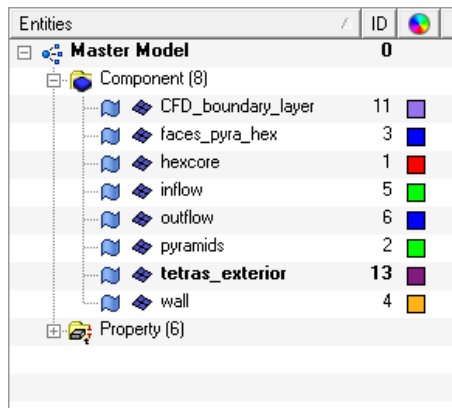

图 5-195 Model Browser 中被创建的新组件
(7) 检查一下 Model Browser 中被创建的新组件, 如图 5-195 所示。